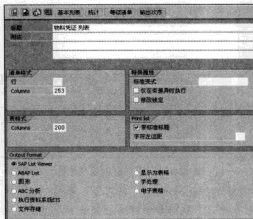

图 12-18 “变更查询”窗口
STEP 2 输入准备创建的 SAP Query 名称, 单击“”按钮, 弹出“变更查询”窗口, 从中选择数据源, 如图 12-18 所示。